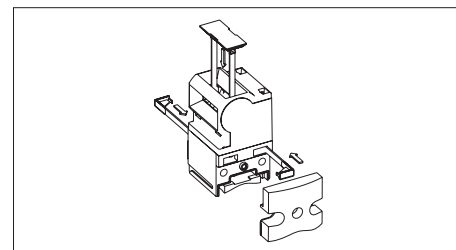

Fig. 2: Inserción de la chaveta de protección y la tapa para ranuras
3. Para evitar que se mueva, coloque la chaveta de protección (fig. 2). Después ya no es posible volver a cambiar la dirección de accionamiento.